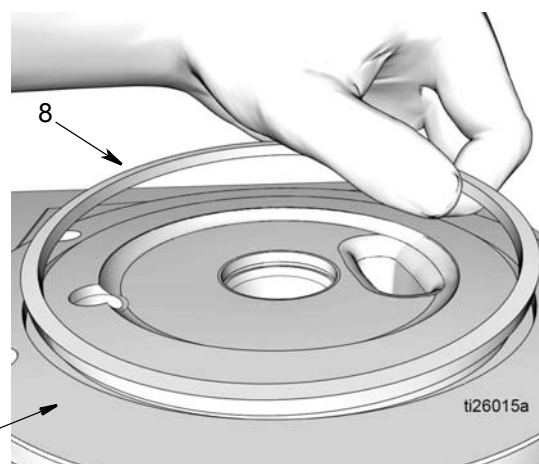

FIG. 46
7. Appliquer une mince couche de graisse sur le joint à section carrée (8). Poser le joint à section carrée (8) dans la gorge de la base de la pompe (1) comme indiqué à la FIG. 46.